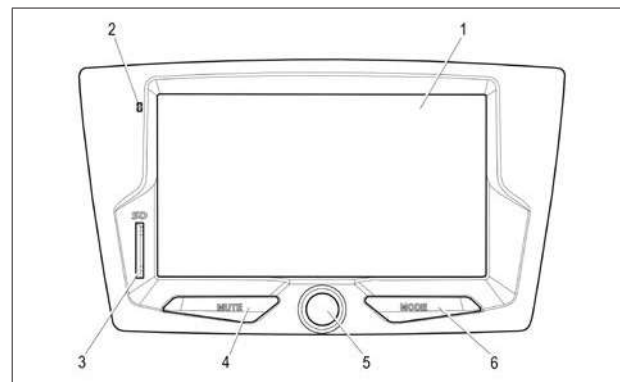

Рис. 1. Лицевая панель радиоприемника
2.2.1 Полностью отключить звук ММС можно кнопкой **MUTE 4** (рис. 1). При этом на дисплее (в правом нижнем углу) появится соответствующая пиктограмма.
2.3.1 Кнопка **MODE** (рис. 1) служит для переключения режимов работы радиоприёмника, при этом будут отображаться только активные режимы.
Регулировка громкости осуществляется вращением **ручки 5** вправо или влево (рис. 1).
2.5.2 Последовательным нажатием кнопки **MODE** (рис. 1) или нажатием отображаемых на дисплее кнопок выберите желаемый режим.
- кнопкой **MODE** (рис. 1).